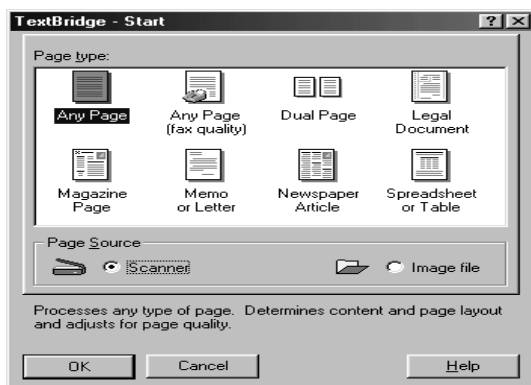

Figura 28: Selezione di "Page Source"
4. Impostare "Page Source" su "Scanner" tramite il mouse (vedere la figura 28).